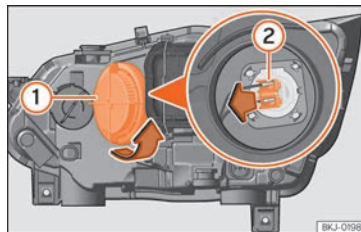

Abb. 52 Im Motorraum: Glühlampe Fernlicht.
- Drehen Sie die Abdeckung (1) nach links und nehmen Sie sie heraus »» **Abb. 52**.
- Ziehen Sie den Stecker von der Lampe (2) ab, indem Sie ihn nach außen ziehen.
- Stecken Sie den Stecker an der Glühlampe (2) auf.
- Abdeckung (1) einsetzen und nach rechts drehen.